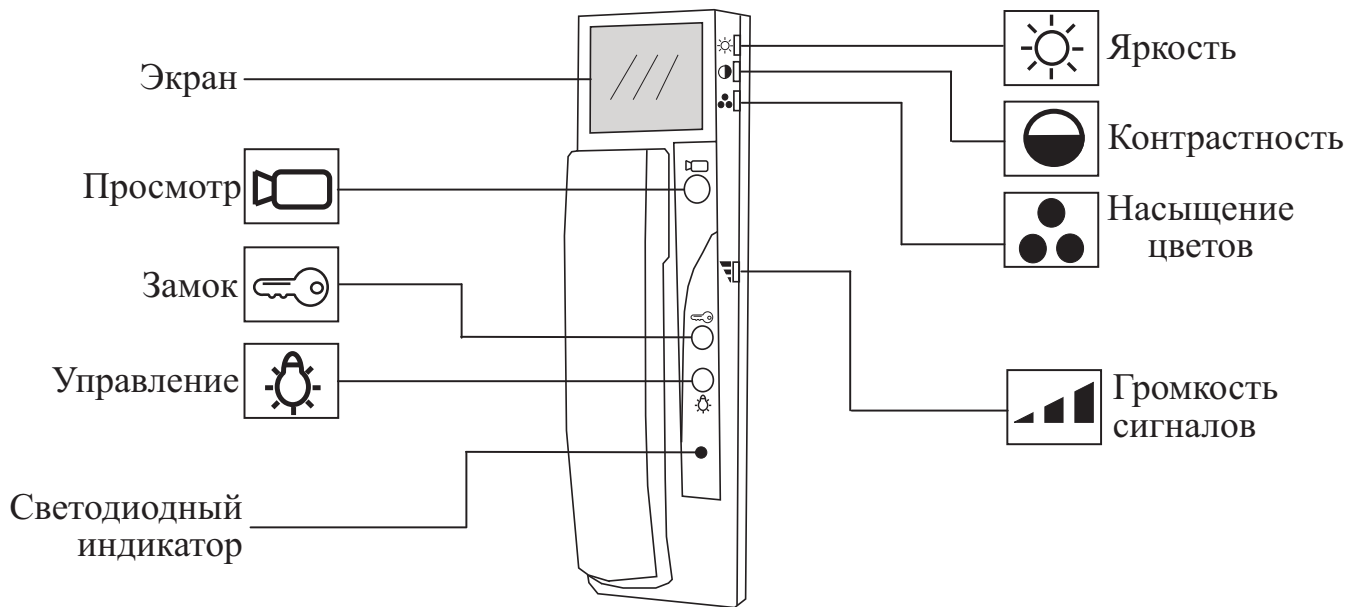
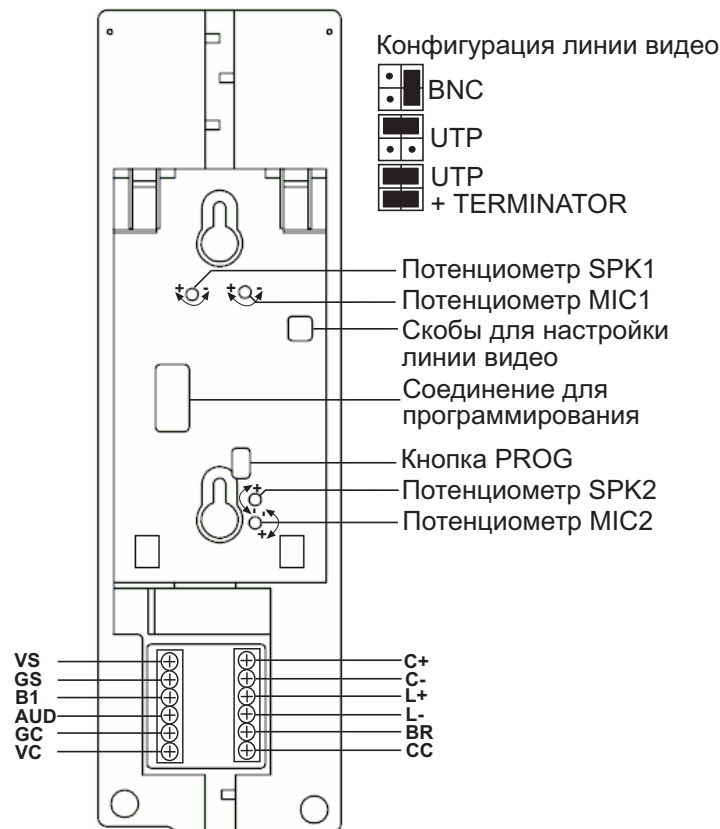
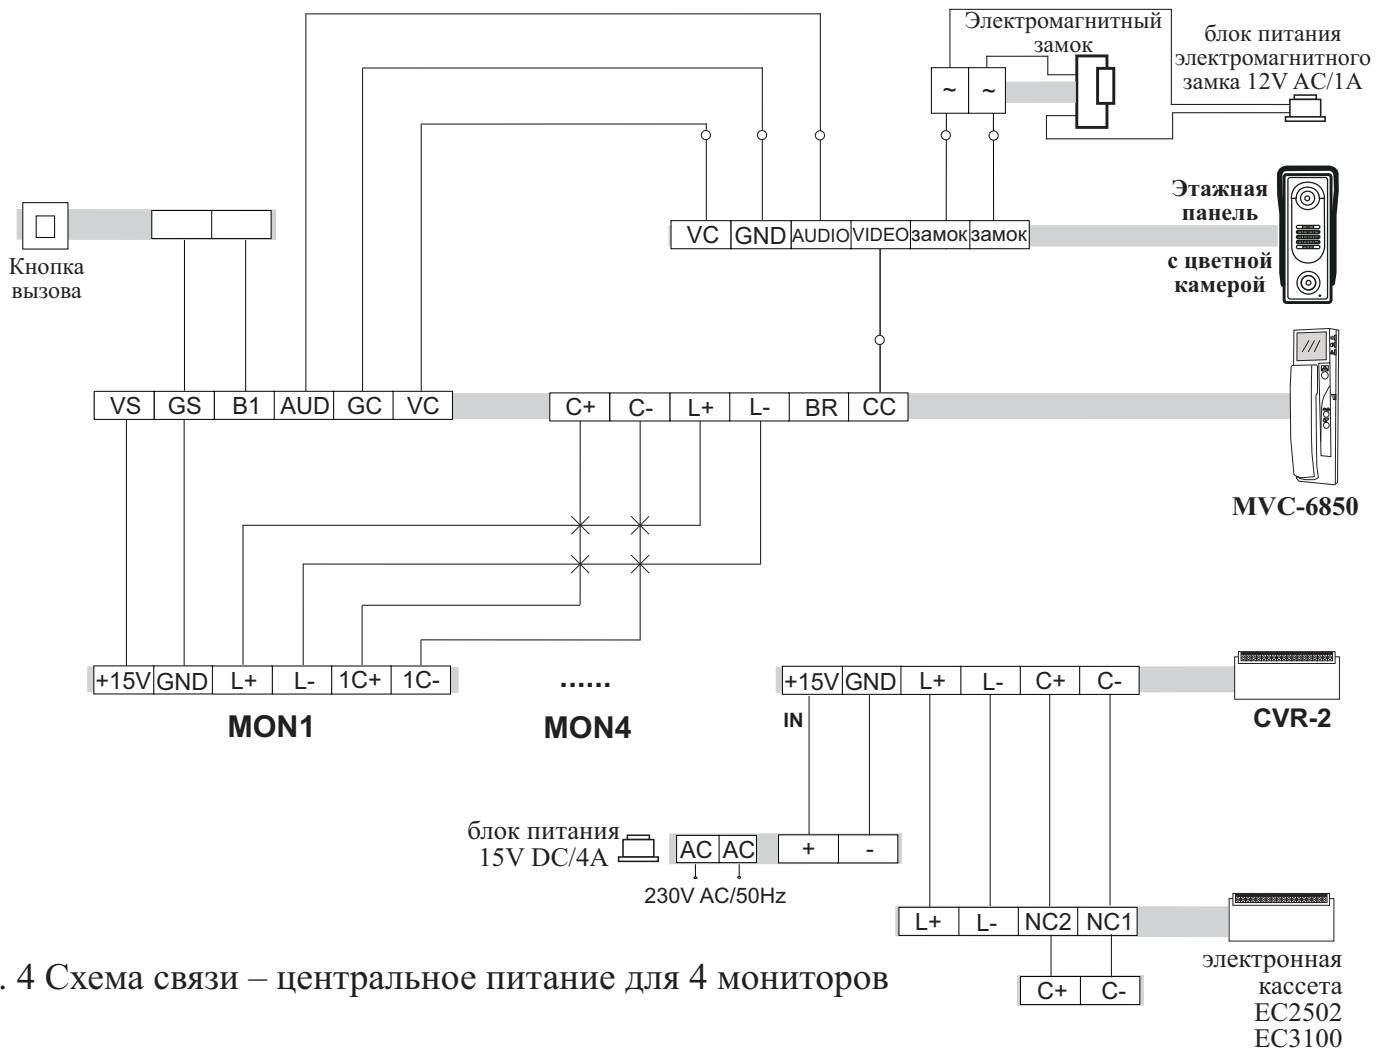
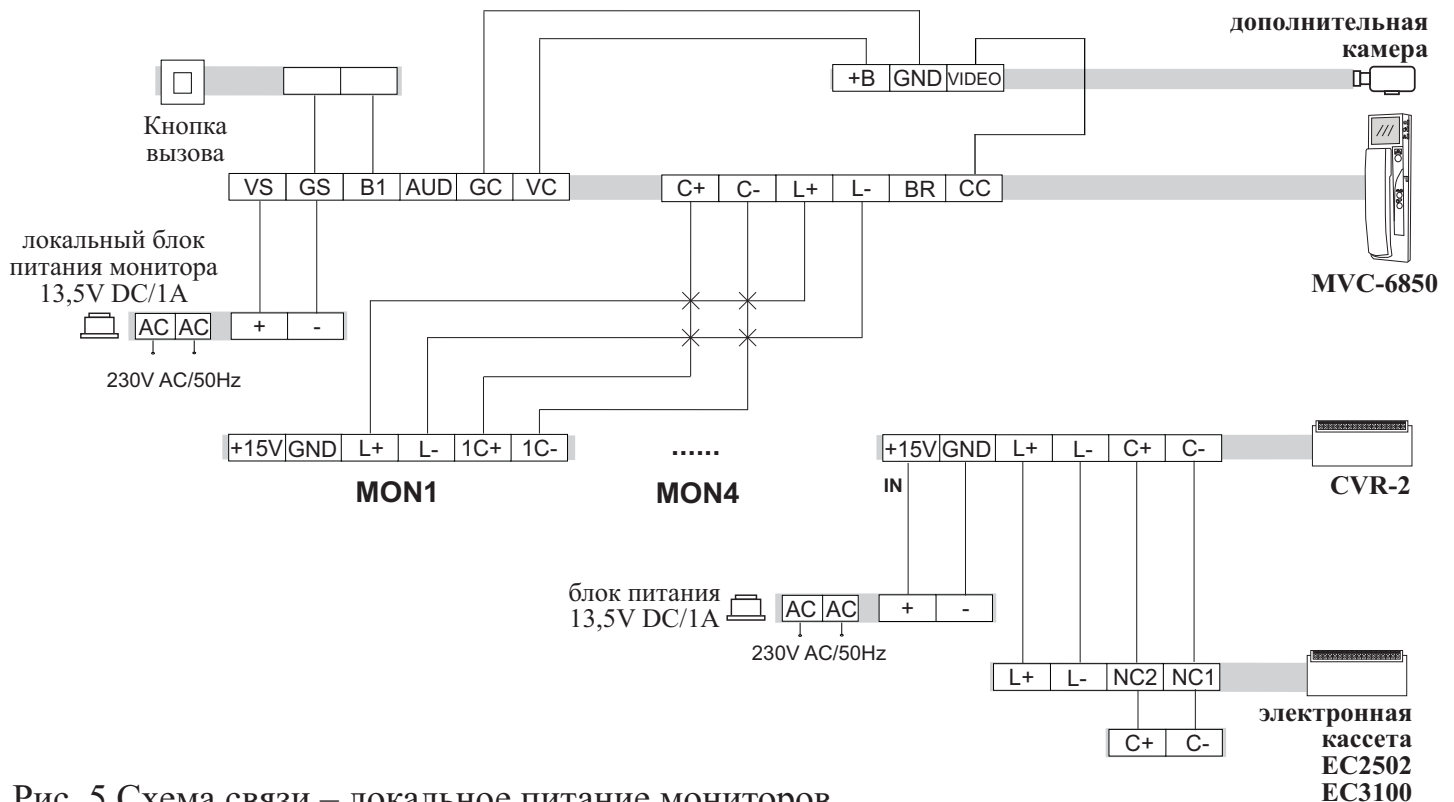

Рис. 1 Вид монитора MVC-6850
Рис. 2 Видна монитора MVC-6850 с зада
Рис. 4 Схема связи – центральное питание для 4 мониторов
Рис. 5 Схема связи – локальное питание мониторов
Для питание монитора используйте индивидуальный стабилизированный блок питания **13,5V DC/1A** (рис.5) или распределитель сигнала видео CVR-2, к которому подключён центральный блок питания **15V DC/4A** (рис.4).
Схема подключения монитора к системе CD и этажной панели (или поочерёдно цветной камеры) представлено на рис. 4 и 5, расположение функциональных кнопок на рис.1, а расположение гнёзд и элементов регулирующих монитор на рис. 2.
Расположение кнопок и сигнализирующего диода представлено на рис. 1 и 2.
- 4.1. Трижды нажимаем кнопку PROG на плите сзади монитора (см. рис. 2) – необходимо это сделать во времени не превышающем 3 с. Монитор переходит в режим программирования, что сигнализируется коротким миганием сигнализирующего диода LED.
В зависимости от топологии системы для передачи видео сигнала доступны три способа установки для настройки видео линии. Данные установки производятся соответствующими скобами доступными в отверстиях сзади корпуса монитора (см. рис. 2 или наклейку сзади монитора).